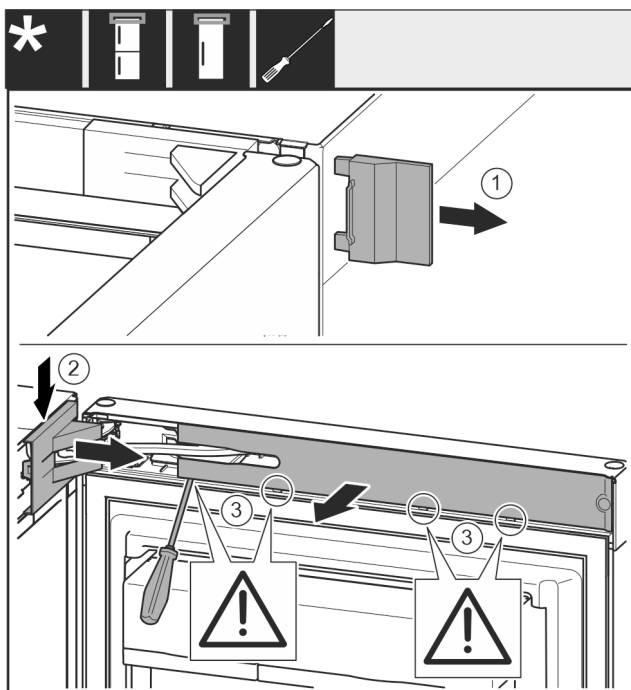

Fig. 9
- ▶ Abdeckung Fig. 9 (1) abnehmen.
- ▶ Lagerbockabdeckung Fig. 9 (2) ausgerasten und lösen.
- ▶ Lagerbockabdeckung Fig. 9 (2) abnehmen.
- ▶ Blende Fig. 9 (3) mit Schlitzschraubendreher ausgerasten und zur Seite schwenken.